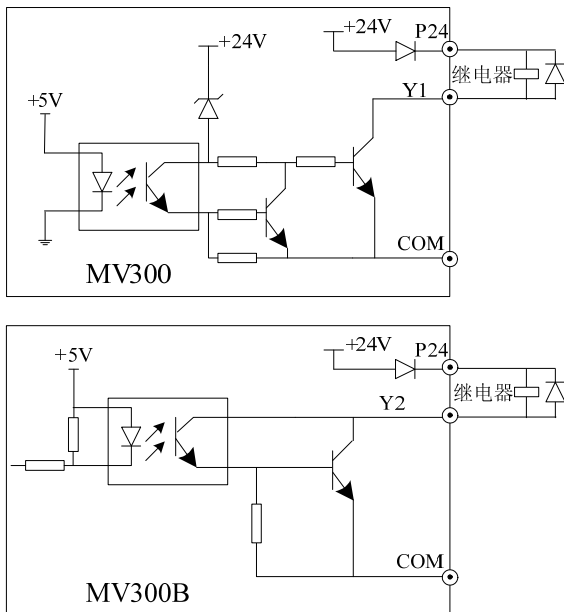

图3-18 多功能输出端子接线方式 1
1. 多功能输出端子 Y1、Y2 可使用变频器内部的 24V 电源，接线方式请参见图 3-18。